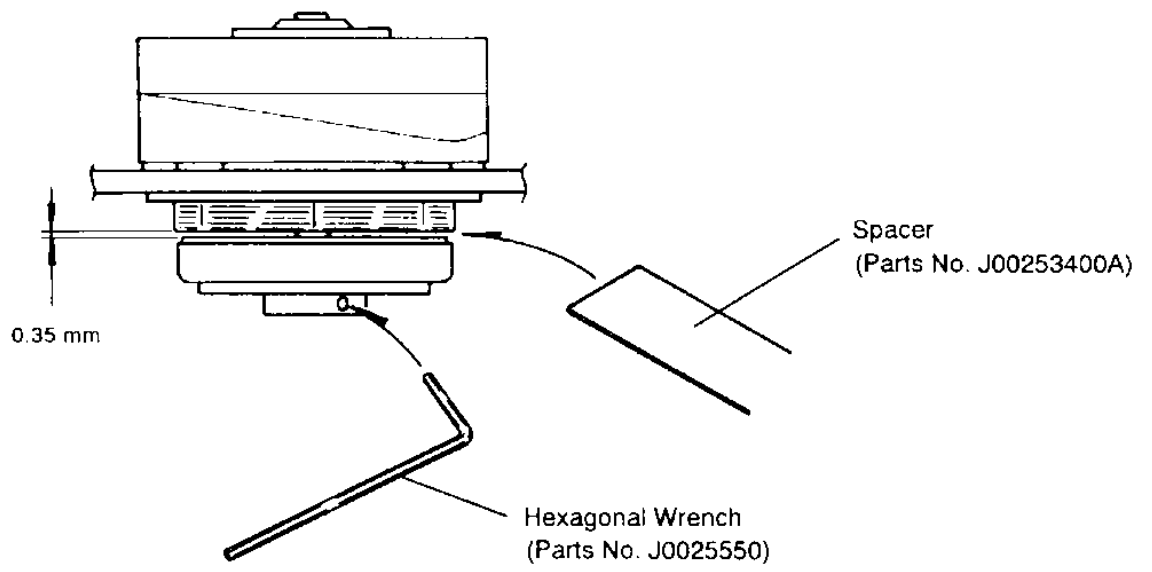
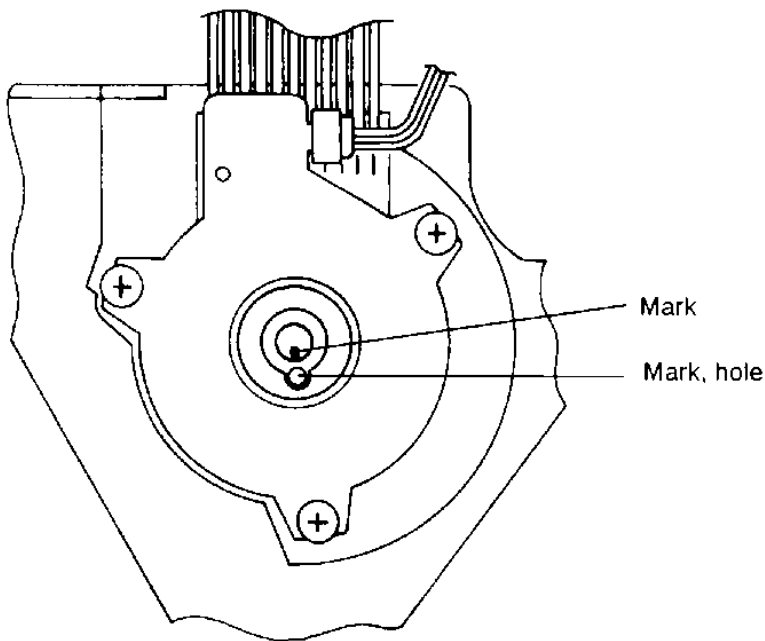
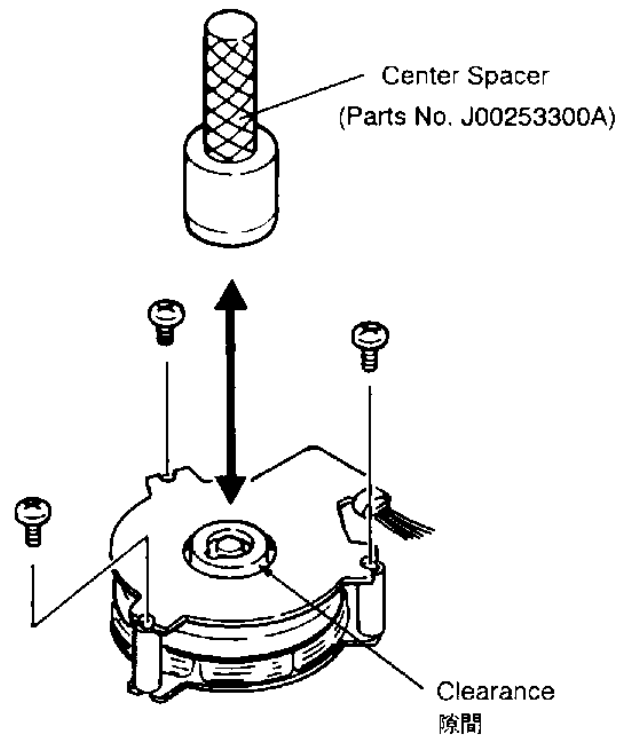

Fig. 2
Fig. 3
Fig. 4
2. Remove three screws ① (part no. 5761809600), and remove part ②.
3. Dissolve the screw-locking compound at ⑥ with an appropriate solvent, then loosen screw ③ (part no. V00015500A) with a hexagonal wrench (Fig. 2) and remove part ④.
- * When mounting part ④, use a 0.35 mm thick spacer to allow the necessary clearance as shown in Fig. 2. Align also the mark on the shaft with the positioning hole in part ④ as shown in Fig. 3. Alignment when the mark on the shaft goes indistinct in the future is explained on page 5 of this supplement.
- * When mounting part ②, insert a center spacer for the clearance shown in Fig. 4 to be even.
- * Tightening torque for screws ① and posts ⑤ should be 0.3 kg·cm. You need the following tools :
- * When removing the hexagonal wrench after fully tightening screw ③, be careful NOT to loosen the screw.
- * If the TACH adjustment (discussed on page 21 of the provided service manual) after completion of installation does not allow you to get the adjustment value of $803.6 \pm 15 \mu\text{s}$, then reassemble part ④ by slightly sliding the mark on the shaft counterclockwise with respect to the positioning hole in part ④. (See also page 6 for technical information.)
- * After tightening the screws and posts, apply the screw-locking compound to ④, ⑥, and ③ to prevent them from loosening.
2. ①ネジ (品番5761809600) 3本を外し②を外す。
3. ⑥部のネジロックをアルコールで溶かしてから、③ネジ (品番V00015500A) をヘックス・レンチ (図2) で緩めて④を外す。
- * ④を取り付けるときは、図2のように厚さ0.35mmのスペーサーを挿入して、隙間が0.35mmになるように取り付けること。
また、図3のようにシャフトのマークと④の穴マークの位置を合わせて取り付けること。
- * ②を取り付けるときは、図4の隙間が均等になるようにセンター・スペーサーを挿入して取り付けること。
- * ①ネジおよび⑤ポストの締め付けトルクは0.3kg·cm厳守のこと。
- * ③ネジの締め付け後、ヘックス・レンチを抜くときは、絶対にネジが緩む方向に力を加えないこと。
- * 取り付け後、TACH調整 (サービスマニュアルの21ページ) で調整値が $803.6 \pm 15 \mu\text{s}$ 以内に調整できない場合は、図3のシャフトのマークの位置を④の穴マークに対して反時計回りの方向に少しずつして④を再取り付けすること。